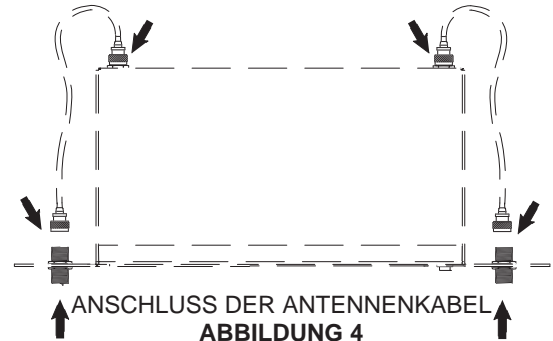

ABBILDUNG 4
2. Die mitgelieferten Antennenkabel an die Empfänger-Antenneneingänge und die Adapter anschließen. Siehe Abbildung 4.